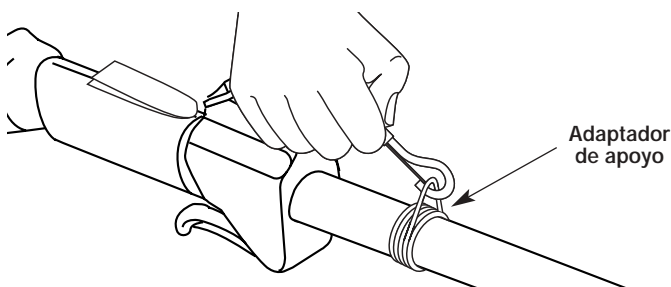

Figure 5
3. Coloque el arnés por encima de su cabeza y sobre su hombro. Abroche en el adaptador de apoyo (Fig. 5).